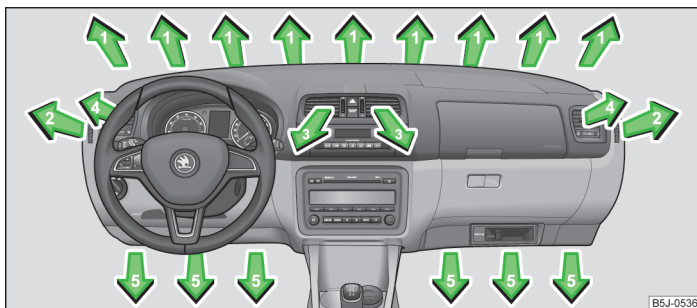
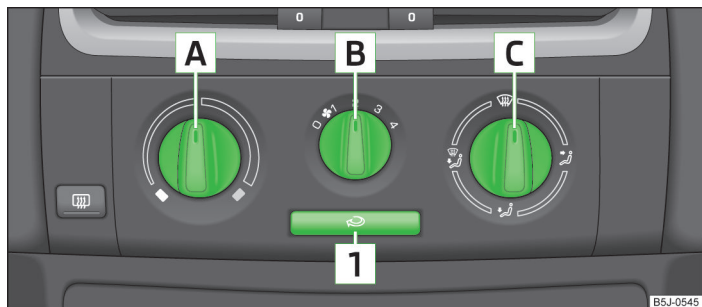

Fig. 78 Bocchette dell'aria
Fig. 79 Riscaldamento: Elementi di comando
- Ruotare la ruota verticale (bocchette di ventilazione 3 » fig. 78) o la ruota orizzontale (bocchette di ventilazione 4) in posizione .
- Ruotare la ruota verticale (bocchette di ventilazione 3) » fig. 78 o la ruota orizzontale (bocchette di ventilazione 4) in posizione 0.
- Ruotare le lamelle orizzontali con l'ausilio dell'elemento di regolazione scorrevole per modificare l'entità del flusso dell'aria » fig. 78.
Vi è la possibilità di regolare il flusso di aria destinato alle singole bocchette dell'aria tramite la manopola di regolazione dell'aria  » fig. 79 a pagina 78. Le bocchette di ventilazione 3 » fig. 78 e 4 possono essere aperte e chiuse singolarmente.
- Per aumentare la temperatura, ruotare la manopola **A** » fig. 79 verso destra.
- Per inserire il ventilatore, portare l'interruttore del ventilatore **B** » fig. 79 in una delle posizioni da 1 a 4.
- Con la manopola di regolazione dell'aria **C** » fig. 79 sarà possibile regolare la direzione del getto d'aria » pagina 77.
Tutti gli elementi di comando, fatta eccezione per l'interruttore del ventilatore **B**, possono essere impostati su una posizione intermedia a piacere. » fig. 79
- Elementi di comando **A** » fig. 79 a pagina 78, **B**, **C** e il tasto **1**.
- Bocchette di ventilazione 4 » fig. 78 a pagina 77.
- Si raccomanda di lasciare le bocchette di ventilazione 3 » fig. 78 a pagina 77 in posizione aperta.
- Premere il tasto **1** » fig. 79 a pagina 78; nel tasto si accenderà la spia di controllo.
- Premere nuovamente il tasto **1**, » fig. 79 a pagina 78, la spia di controllo nel tasto si spegnerà.
Se la manopola di regolazione dell'aria **C** » fig. 79 a pagina 78 è girata in posizione il ricircolo sarà automaticamente disattivato. Premendo ripetutamente il tasto è possibile reinserire il ricircolo anche in questa posizione.